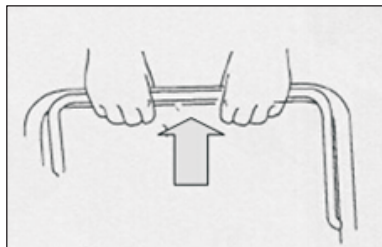

Fig. 2A
- De pé atrás da unidade, segure a alavanca de controlo de travagem e segure-a contra a barra superior. (Fig. 2A)